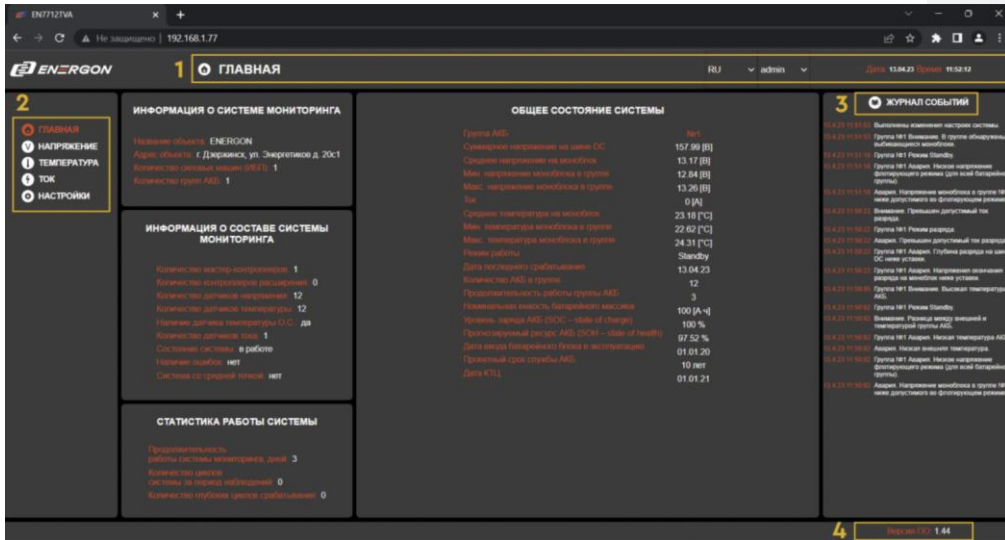

Рисунок 2
В верхней части окна отображаются язык интерфейса, уровень доступа (operator/admin), текущая дата и время (рис. 2 (1)).
Слева расположен список страниц для управления системой мониторинга (рис. 2, (2)):
Справа отображается журнал событий (рис. 2 (3)). В журнале событий фиксируются все изменения, внесенные в систему мониторинга (изменение значений параметров, режима работы и т.д.). Также в журнале событий отображаются предупреждения и аварии АКБ. В нижней части окна отображается версия программного обеспечения (рис. 2 (4)).